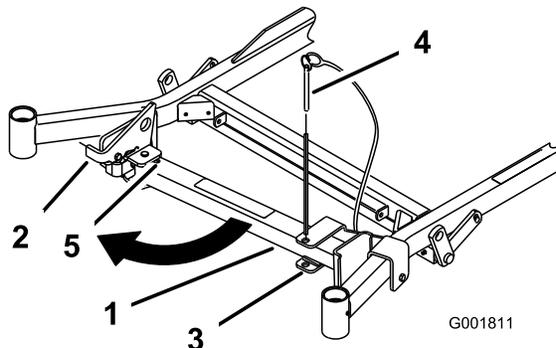
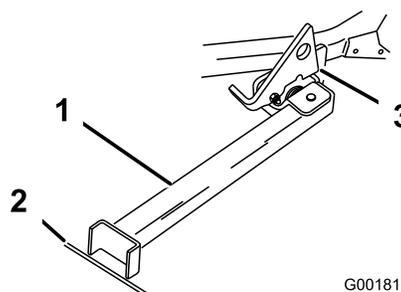

Figura 47
Figura 48
2. Retire el pasador del soporte (Figura 47).
4. Gire el pie del soporte hacia adelante, y deslice el soporte hacia la máquina, hasta que encaje en la parte de abajo de la ranura (Figura 47 y Figura 48).
5. Ponga el pie del soporte en el suelo con el enganche descansando sobre la pestaña de giro (Figura 48).
**Nota:** Para obtener los mejores resultados, coloque el pie del soporte en una ranura de la acera o en el césped (Figura 48).
7. Conduzca la máquina sobre el soporte. Pare cuando el enganche caiga por encima de la pestaña a la posición bloqueada (Figura 48).
5. Ponga el soporte de nuevo en su posición de descanso (Figura 47).